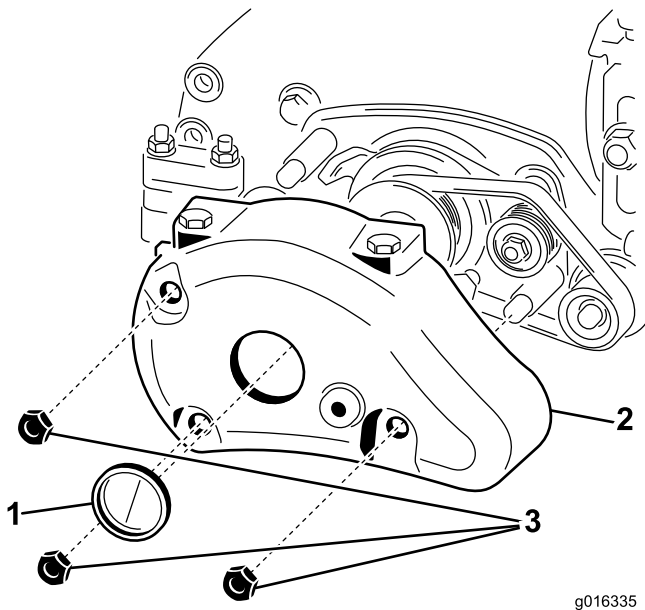

Figura 14
- Retire las 3 tuercas y la cubierta del groomer del extremo de la unidad de corte; consulte Figura 14. Empujando desde dentro, retire el tapón del orificio grande del centro de la cubierta del groomer.
- Vuelva a montar la cubierta del groomer en la unidad de corte con las fijaciones que retiró anteriormente; consulte Figura 14.